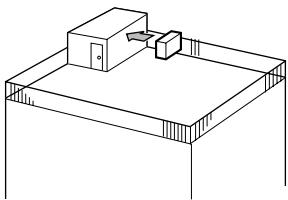

Fig. 2-2
① Τοποθετήστε τη μονάδα ώστε το στόμιο εξαγωγής του αέρα να είναι στραμμένο προς τον πλησιέστερο διαθέσιμο τοίχο και να απέχει περίπου 50 εκατοστά. (Fig. 2-2)